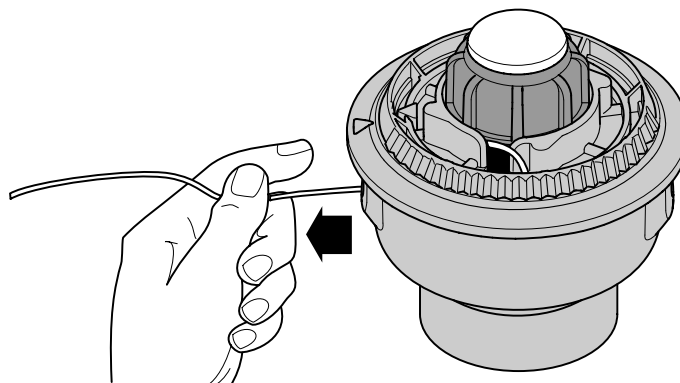

Fig. 49
6. Tirez le fil de la bobine extérieure jusqu'à ce qu'il soit bien serré contre le moulinet intérieur (Fig. 49).